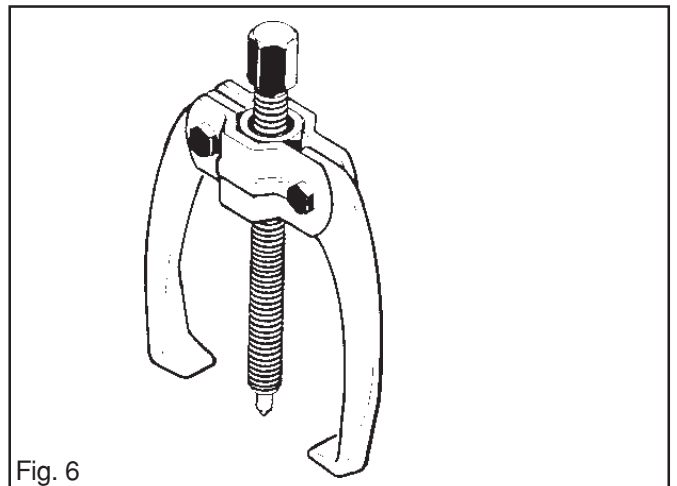

Fig. 6
8. Si les paliers du vilebrequin sont encore en place lors du démontage, les retirez à l'aide de l'extracteur 504 90 90-01. Voir la fig. 6.